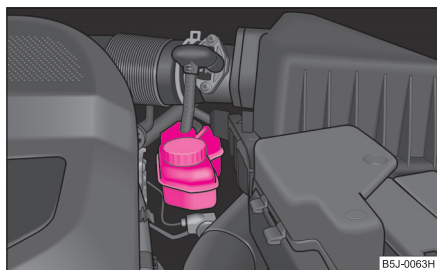

Fig. 173 Compartimentul motor: Rezervorul lichidului de frână
- Verificați nivelul lichidului de frână din rezervor ⇒ fig. 173. Nivelul trebuie să se găsească între marcajele „MIN” și „MAX”.